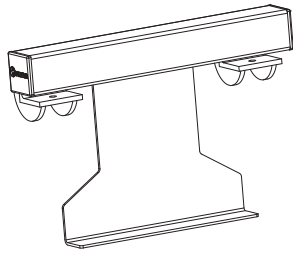
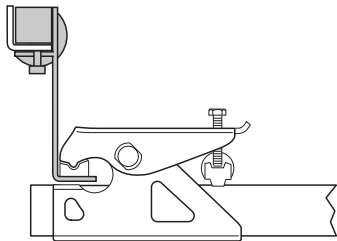

Fig. 22
Fig. 23
- Pour les châssis Eriba Touring Troll, le kit d'adaptateurs Eriba Touring Troll est indispensable (Fig. 22) (Fig. 23).